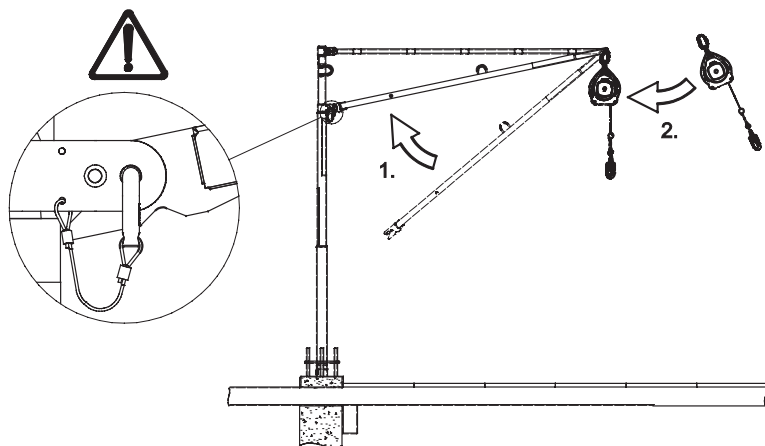
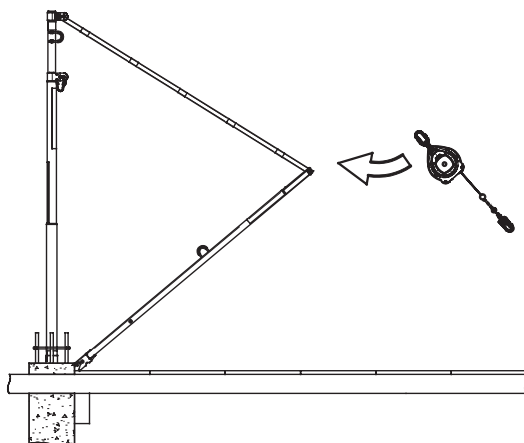

Figure 28. Assemblage de l'ancrage SkyReach et fixation d'un enrouleur automatique d'arrêt de chute
Figure 29. Fixation d'un enrouleur automatique d'arrêt de chute à une hauteur inférieure.
3. Deux méthodes sont possibles. Soit : (1) assemblez complètement l'ancrage SkyReach en plaçant le crochet du contreventement dans les ergots inférieurs du mât selon la Figure 28, fixez le contreventement avec la goupille comme illustré. Puis raccordez l'enrouleur automatique d'arrêt de chute au point d'ancrage et assurez-vous qu'il est bien fixé. **Soit** (2) positionnez le bras et le contreventement comme illustré sur la Figure 29, raccordez l'enrouleur automatique d'arrêt de chute au point d'ancrage, à présent situé à une hauteur moins élevée, avant de fixer le contreventement au mât.